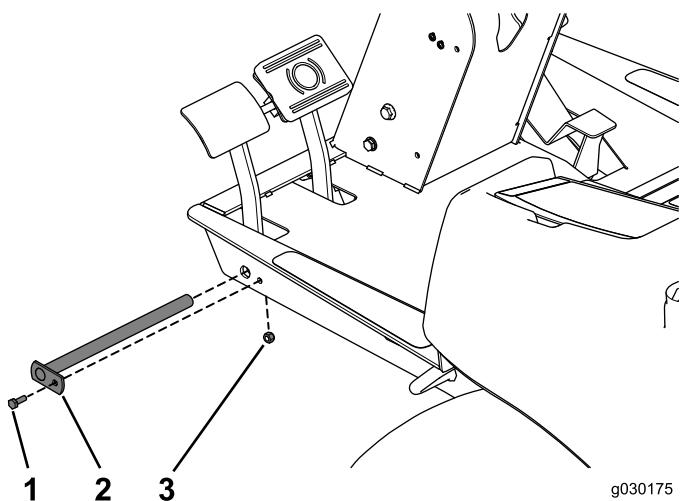

Figura 25
2. Fije el pasador con el perno (1/4" x 3/4") y la contratuerca (Figura 25).